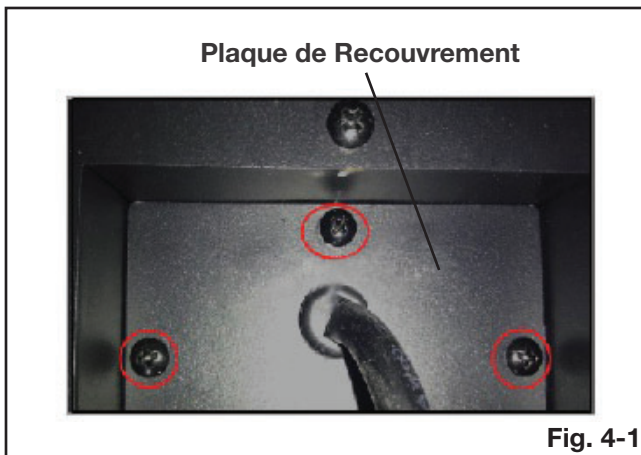

Fig. 4-1
1. Retirez la plaque de recouvrement du côté droite inférieur de l'appareil en retirant les 3 vis (**Fig. 4-1**).